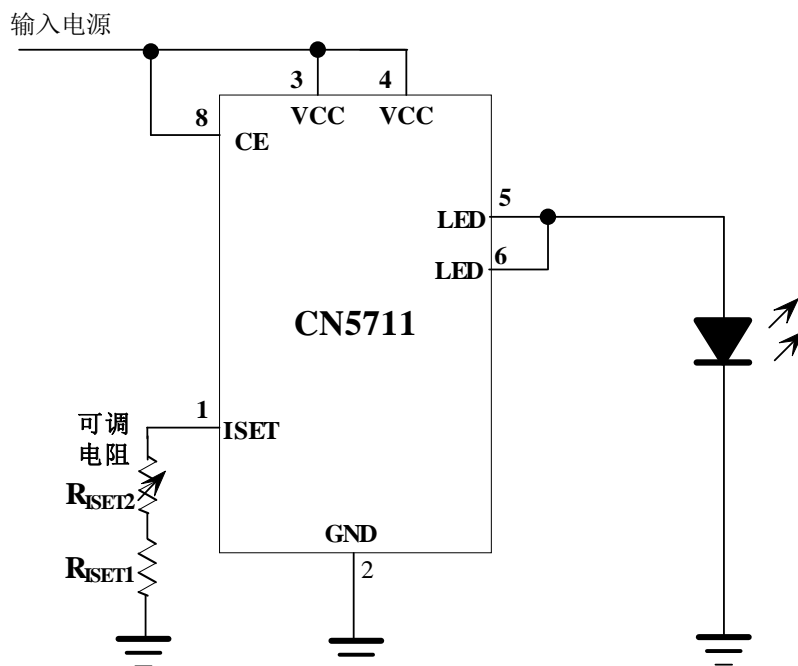

图5 用可变电阻调整发光二极管的亮度
3. 用可变电阻调整发光二极管的亮度，如图5所示
用一个可变电阻可以连续调整发光二极管的亮度，如图5所示。 R_{ISET1} 设置了流经LED管脚的最大电流， R_{ISET2} 为可变电阻，改变 R_{ISET2} 的电阻值就可以连续改变发光二极管的亮度。